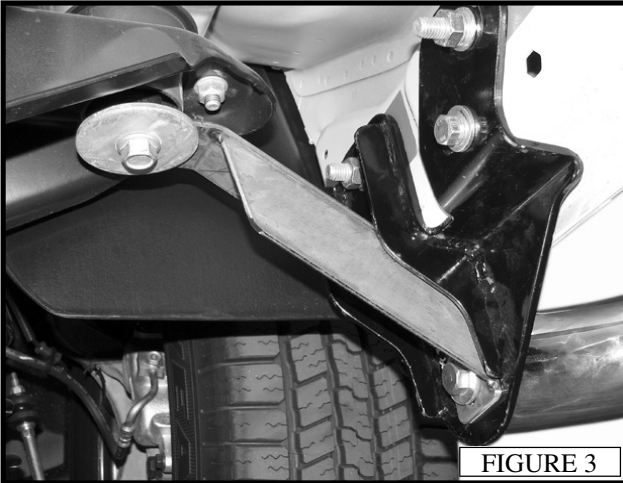

FIGURE 3
5. Attach the passenger side mounting bracket to the installed stud plates using (2) M12 flat washers, (2) M12 lock washers, and (2) M12 hex nuts. Do not tighten at this time. (FIGURE 3)
6. Rotate the second to front stud + nut plate so the nut lines up with the rocker panel hole, and mounting bracket slot. Insert (1) M10 bolt with (1) M10 flat washer, and (1) M10 lock washer. Do not tighten at this time. (FIGURE 3)
5. Attacher le support de fixation du côté passager aux plaques à goujon installées en utilisant les (2) rondelles plates M12, les (2) rondelles-frein M12, et les (2) écrous hexagonaux M12. Ne pas serrer pour l'instant. (FIGURE 3)
6. Tourner la 2ème en partant de l'avant plaque à goujon + écrou pour que l'écrou s'aligne avec le trou du couvre-culbuteur, et avec la fente du support de fixation. Insérer (1) boulon M10 avec (1) rondelle plate M10, et (1) rondelle-frein M10. Ne pas serrer pour l'instant. (FIGURE 3)